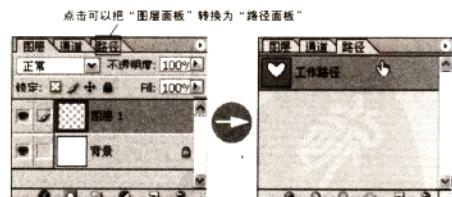

图 1-15
**2** 在活动面板上点击“路径”按钮，把路径面板显示出来(图1-15)。